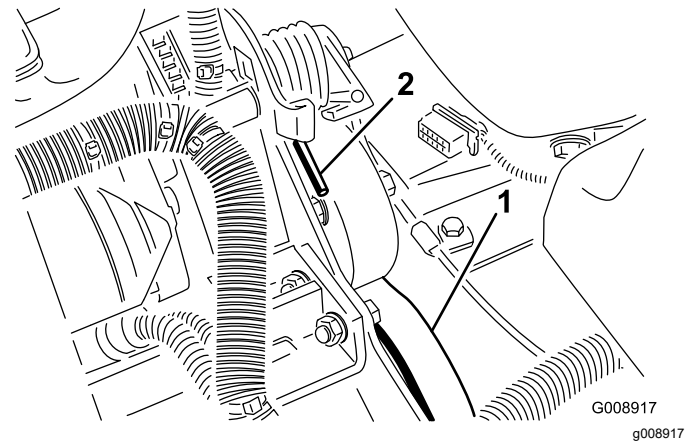

Figure 76
2. Appuyez sur l'extrémité du ressort (Figure 76) et poussez-la vers l'avant pour décrocher le ressort du support et le détendre.